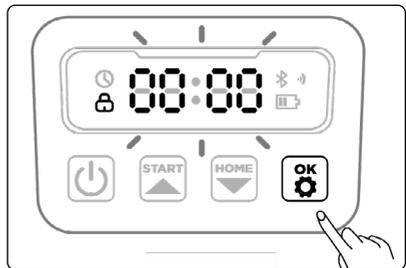

Рис. 22
2. Введите пароль по умолчанию 0000 на газонокосилке и нажмите «ОК» для завершения процесса настройки (рис. 22).